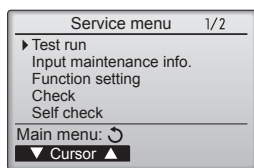

Fig. 7-3
- ③ С помощью кнопки [F1] или [F2] выберите пункт "Test run" (Тестовый прогон) и нажмите кнопку ☑. (Fig. 7-3)